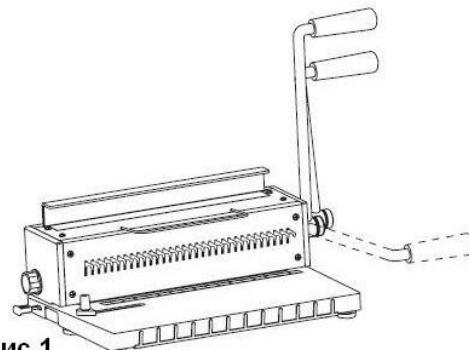

рис.1
- D. Опустите вниз рукоятку для перфорирования ,затем верните её в исходное положение (смотрите рис.1)